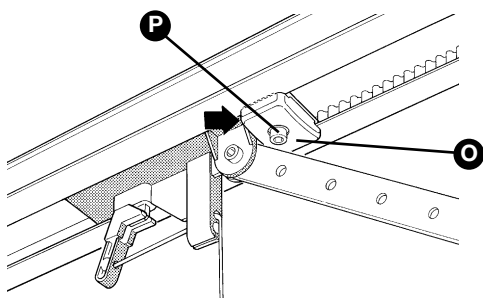

Abbildung 43
**9** Die Schrauben der beiden mechanischen Endanschläge lockern, dann den vorderen mechanischen Endanschlag **[O]** vor den Wagen verschieben (Abbildung 43).